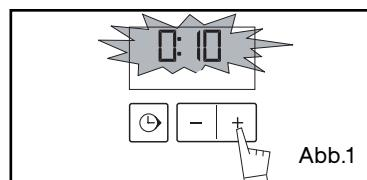

Abb.1
- Die Zeit des Programmierers auf 0Uhr10 einzustellen und bestätigen (Abb. 1).